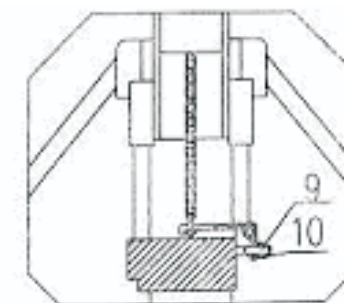

Fig.6
2.8 Parafuso (9) na Fig. 6 é usado para regulagem de movimentação vertical do carro. A porca (10) no parafuso (9) funciona como uma trava, então esta deverá estar solta antes da modificação e travada após a modificação. Se o corpo do carro descer logo após a subida, gire um pouco o parafuso (9) em sentido anti-horário antes de operar o carro novamente. Se o corpo do carro está impossibilitado de descer, gire um pouco o parafuso (9) em sentido horário e opere o carro novamente até que recupere o processo de descida normalmente.